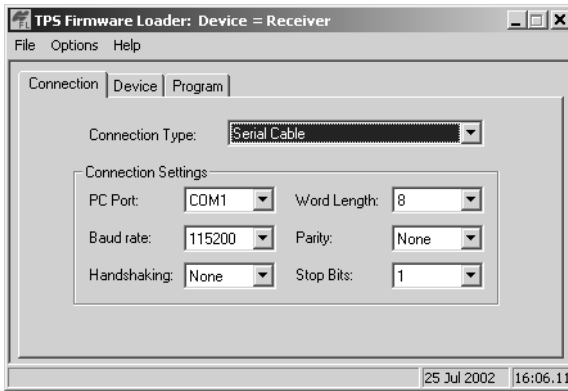

Figura 4-17. Pantalla Principal del FLoader
4. Active el FLoader (Figura 4-17).
5. En la pestaña *Connection*, seleccione el puerto de comunicación en su computadora que se conecta con su receptor y seleccione su velocidad (por lo general, 115200) (Figura 4-17).